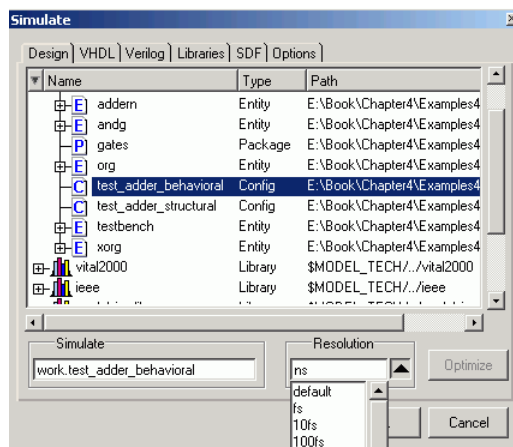

图3-50 加载仿真对话框
6. 在主窗口中选择【Simulate】/【Simulate】命令，打开仿真参数对话框，如图 3-50 所示。在对话框的【Design】选项卡中单击【work】库旁边的“+”号，显示其中包含的所有实例，选中【test_addr_structural】，在【Simulate】栏中将自动添加 `work.test_addr_structural`，在【Resolution】中选择【default】，通过这个选项可以控制仿真事件精度。点击 **OK** 按钮加载仿真。